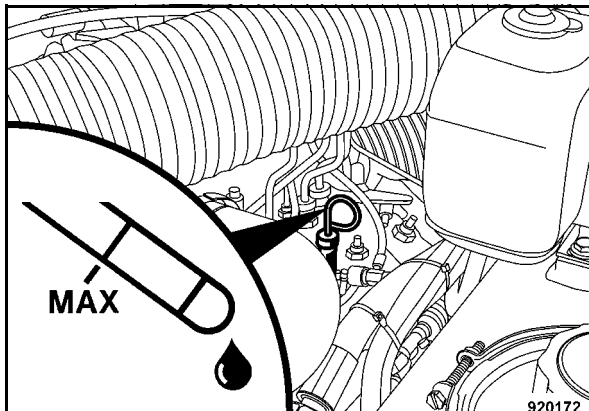

Fig. 110
- Volver a comprobar el nivel de aceite (Fig. 110) después de una breve marcha de prueba y rellenar aceite hasta el nivel llega a la marcación "MAX".